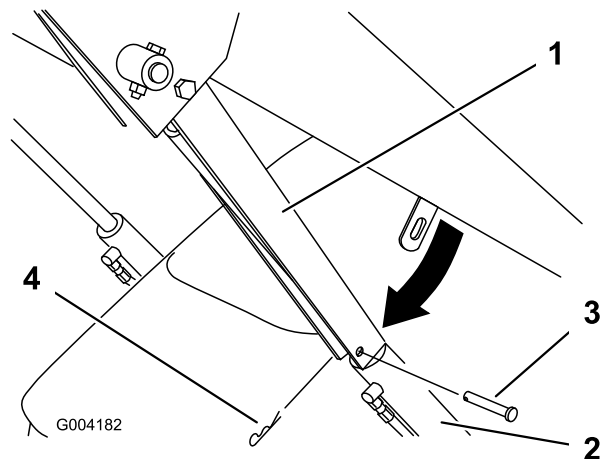

Bild 24
4. Entfernen Sie den Splint und Lastösenbolzen, mit denen das Zylinderschloss am Hubarm befestigt ist (Bild 24).
5. Senken Sie das Zylinderschloss über die Zylinderstange und befestigen Sie es mit den Splints und Lastösenbolzen (Bild 24).